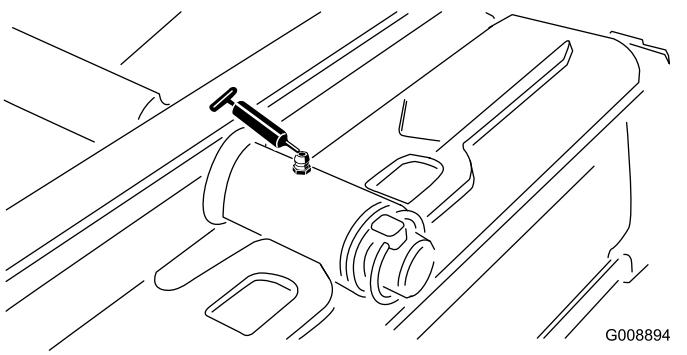

Figure 32
- Pivot d'unité de coupe arrière (Figure 32)